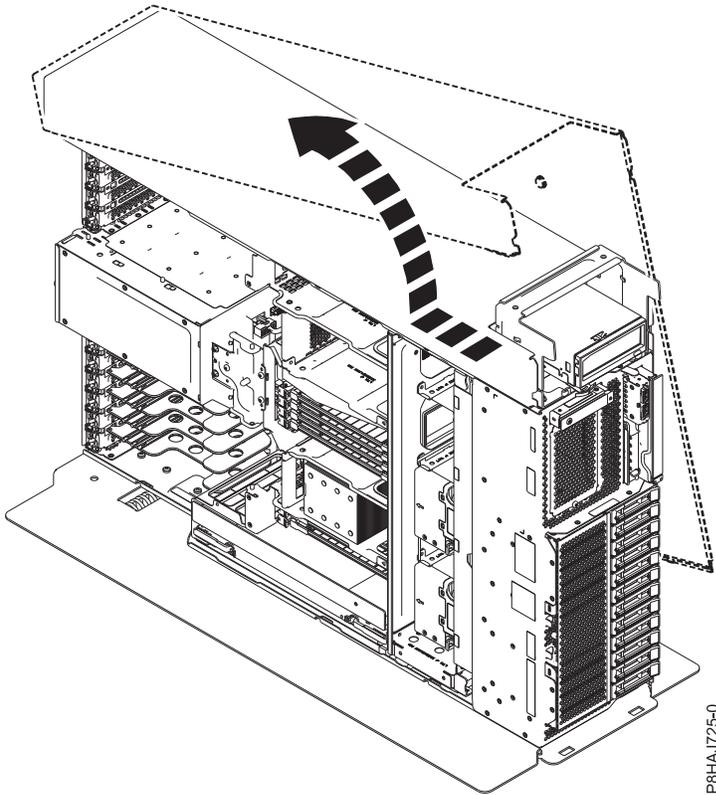

Abbildung 31. Ausbauen der Seitenabdeckung bei einem Standalone-System vom Typ 8286-41A
5. Schieben Sie die Seitenabdeckung in der in Abb. 31 dargestellten Richtung vom System.